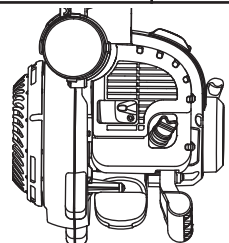

Fig. 16
2. Placez l'appareil sur une surface plane pour que le cultivateur soit en position horizontale afin de relever correctement le niveau d'huile (Fig. 16).
5. Retirez le bouchon de remplissage / jauge d'huile et vérifiez le niveau d'huile. L'huile devrait atteindre le haut de la jauge (Fig. 16).